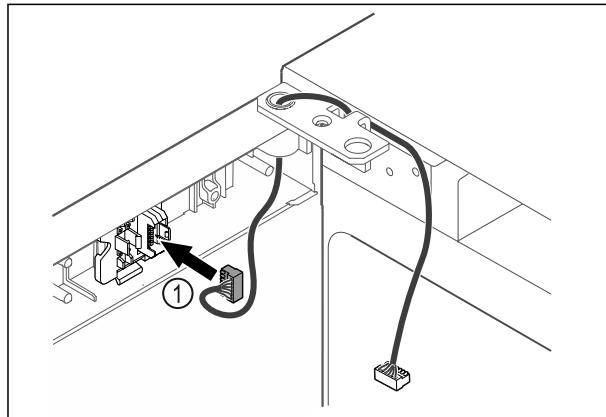

Fig. 42
- Вкарайте щекера Fig. 42 (1) в държача на щекера.